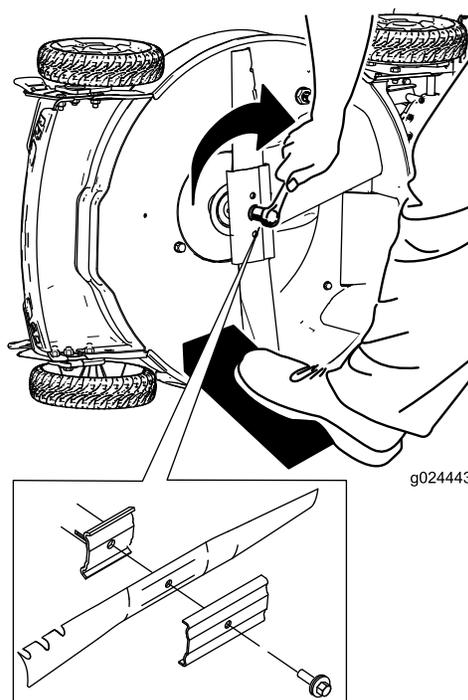

Figura 25
5. Instale la cuchilla nueva y todos los herrajes de montaje (**Figura 25**).